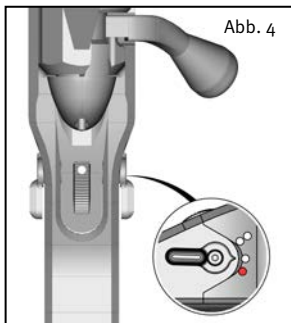

Abb. 4
1. Drehen Sie das Sicherungsrad der Waffe auf Sicherungs-Stellung (Abb. 4).
Falls nach dem Schuss ein Nachladen erforderlich ist, öffnen Sie den Verschluss. Durch Zurückziehen des Verschlusses wird die abgeschossene Patronenhülse ausgezogen und ausgeworfen. Beim Vorschieben des Verschlusses wird eine neue Patrone in das Patronenlager des Laufes eingeführt. Verriegeln Sie wieder den Verschluss durch Verdrehen des Kammergriffes. Drehen Sie die Sicherung auf Sicherungs-Stellung (Abb. 4).
Die Waffe ist erneut geladen, gespannt und gesichert. Wird die Waffe entsichert, der Schuss unterbleibt jedoch, ist sofort wieder zu sichern (Abb. 4).
1. Drehen Sie die Sicherung in die Sicherungsstellung (Abb. 4).